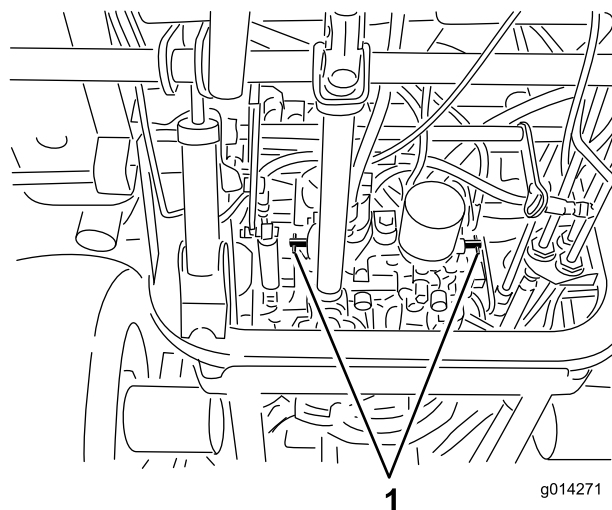

Figura 25
4. Girate ogni valvola di bypass di un giro in senso antiorario (Figura 25).
Girate ogni valvola di bypass di 1 giro in senso orario e serratela (a una coppia di 8 N m circa) (Figura 25).